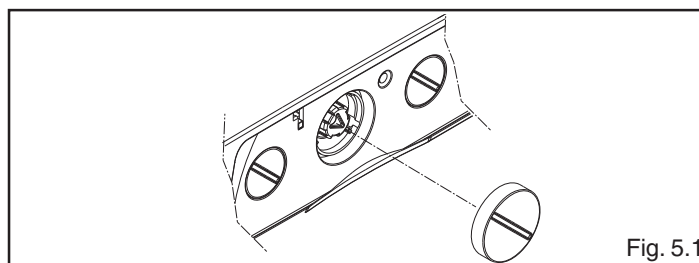

Fig. 5.1
- togliere la manopola centrale, tirandola verso l'esterno (fig. 5.1)